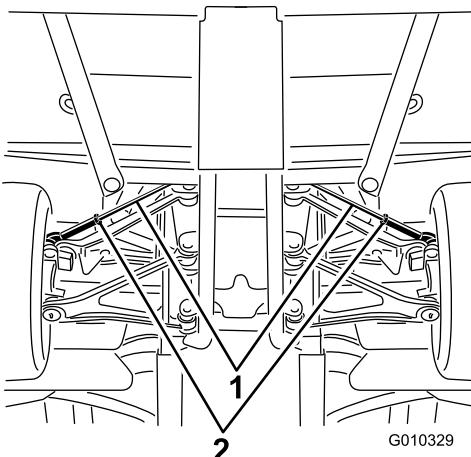

図 58
- A. タイロッドの中心についているジャムナットをゆるめる図 58。